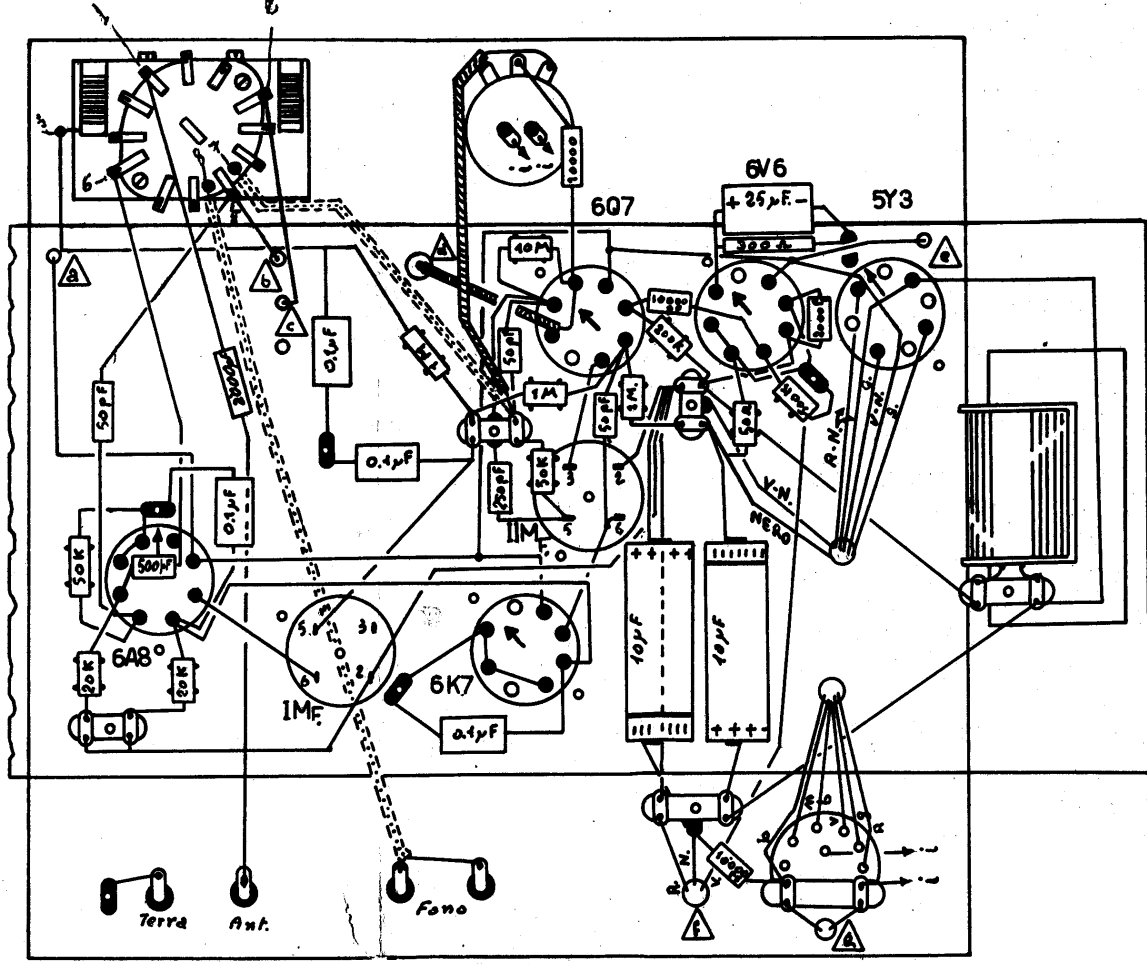

Fig. 7
In Fig. 7 è disegnato lo schema pratico e la disposizione dei pezzi di questa parte del circuito. Si è avuto cura di collegare nel modo più ordinato i diversi pezzi ricordando però che i collegamenti
- 1) Fissare il gruppo nella posizione indicata in Fig. 7, avendo cura che i due pezzetti di lamierino sporgenti vadano ad imboccare i fori fatti nel telaio ; in questo modo si ottiene che il gruppo non muove durante le operazioni di commutazione.